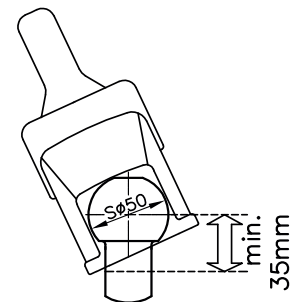
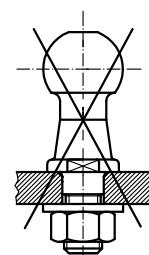

Figura 1: asta sferica del veicolo trainante
Figura 2: perno sferico, avvitato
1.3 Il giunto sferico WS 3000/3500 può essere impiegato esclusivamente con ganci a sfera secondo la norma DIN 74058 / ISO 1103, quando il collo della sfera è **libero da pezzi applicati esternamente in un settore di 35 mm**. (figura 1) (anziché 32 mm ai sensi della norma DIN 74058 / ISO 1103). Un impiego dei giunti WS 3000/3500 in collegamento con perni sferici con fissaggio a vite senza ulteriore accoppiamento geometrico non è ammissibile (figura 2). Quando il dispositivo di stabilizzazione è in funzione, durante la marcia, la leva di manovra deve essere libera da parti del veicolo o pezzi applicati esternamente. Questo significa che in occasione dell'inserimento dell'asta di manovra e del contemporaneo movimento rotatorio del WS 3000/3500, non può verificarsi alcuna collisione con la leva del freno a mano oppure con altri pezzi applicati esternamente (figura 5). Si devono anche osservare le istruzioni di esercizio e le corrispondenti indicazioni del produttore del freno ad inerzia.